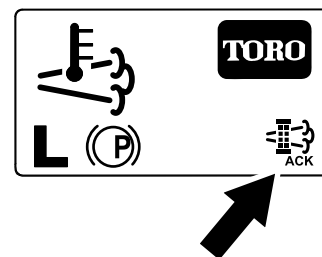

Figura 56
- El InfoCenter muestra la pantalla de inicio y aparece el icono de Regeneración aceptada (Figura 56) en la esquina inferior derecha de la pantalla mientras se realiza la regeneración.